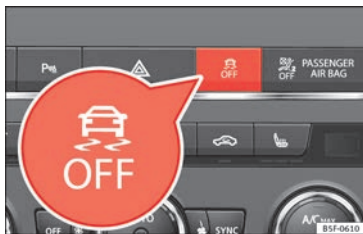

Fig. 197 Consolle centrale: Tasto per attivare/disattivare l'ESC e l'ASR
- Premendo il tasto  » **fig. 197** per circa 1 secondo viene attivata la modalità ESC Sport.
- Premendo il tasto  » **fig. 197** per più di 3 secondi circa, è possibile disattivare il programma elettronico di stabilizzazione (ESC), compresa la funzione ASR. La spia  si
- La funzione ASR e l'ESC possono essere riattivati premendo il tasto  » **fig. 197**.